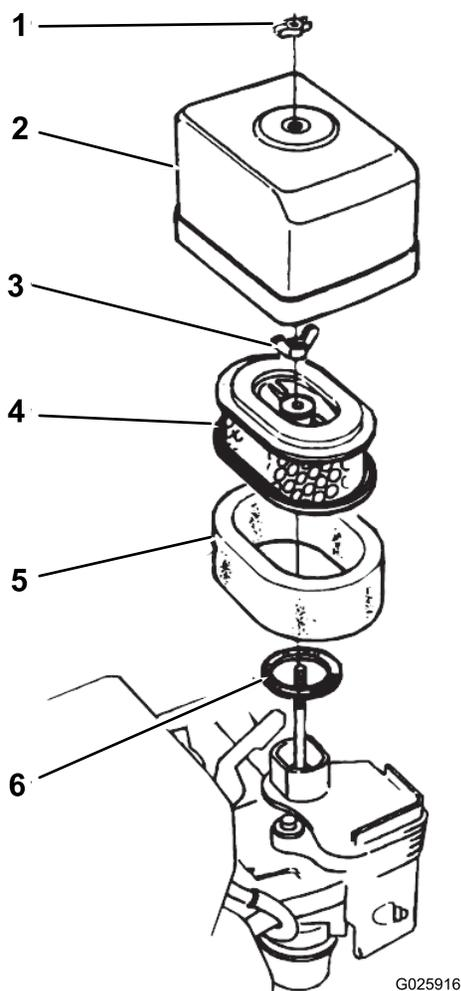

Figura 27
- Retire la tuerca de orejeta que sujeta la tapa del limpiador de aire al limpiador de aire, y retire la tapa (Figura 27).
- Retire la tuerca de orejeta del filtro de aire, y retire el filtro (Figura 27).
- Retire el filtro de gomaespuma del filtro de papel (Figura 27).